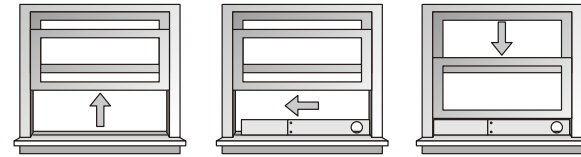

Fig 3.
C. Instalar el Juego corredizo para ventana: Fig. 3.